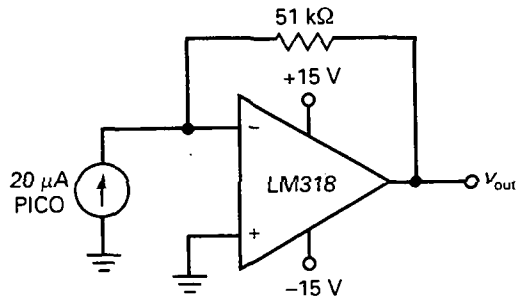

Figura 19-17
- 19-8. En la Figura 19-17, la frecuencia es de 1 kHz . ¿Cuál es la tensión de salida?
- 19-9. ¿Cuál es la tensión de salida en la Figura 19-17 si la resistencia de alimentación se cambia de 51 a 39 kΩ?
- 19-10. En la Figura 19-17 la corriente de entrada se cambia a 7,5 μA rms. ¿Cuál es la tensión de salida pico a pico?